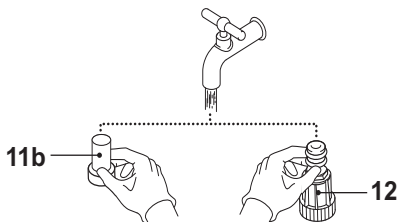

Рис. 22
- > Промойте детали чистой водой (Рис. 22).